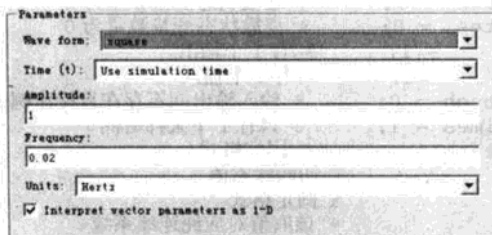

图 11.13 Signal Generator 模块参数对话框设置
- 双击 Signal Generator 模块，弹出参数对话框，在 Wave form 下拉列表框中选择 square 选项，Amplitude 为 1，Frequency 为 0.02，Units 为 Hertz，如图 11.13 所示。